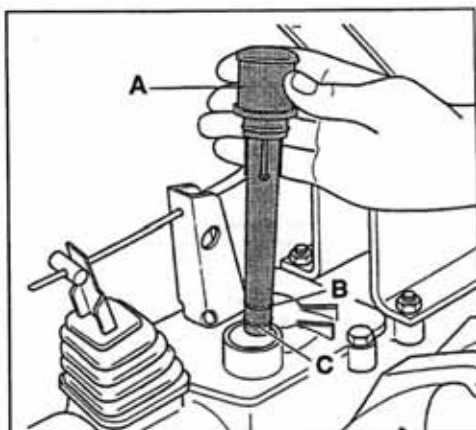

РИС.17
**КОРОБКА ПЕРЕДАЧ:** Проверяйте уровень масла каждые 50 часов работы, снимая пробку **A** и проверяя, чтобы при горизонтальном расположении машины, масло достигало двух зарубок **B/C** (Рис.17).